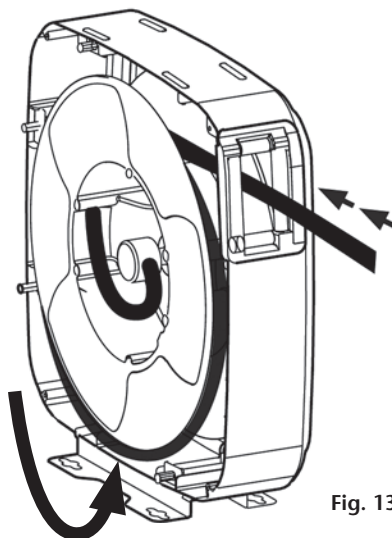

Fig. 13
2. Wind the hanging hose into the reel (fig. 13).
2. Introducir una vuelta de la manguera, en el disco del enrollador (fig. 13).